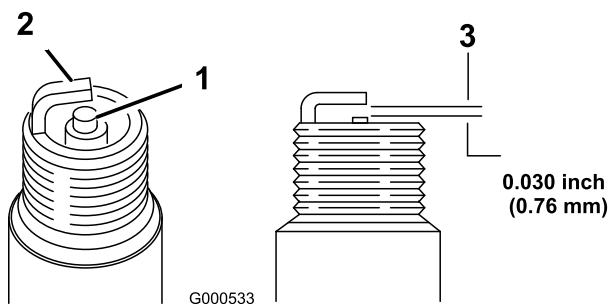

Figure 31
8. Réglez l'écartement des électrodes à 0,76 mm (Figure 31).